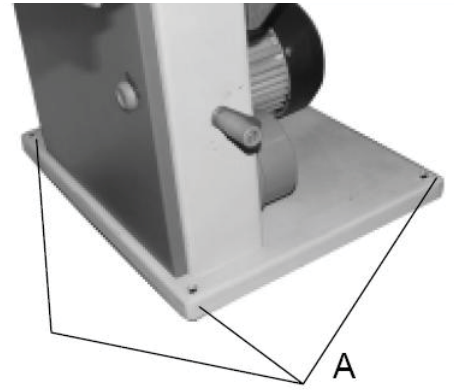

Рис. 13
- В основании пилы есть четыре отверстия Ø8 мм (A, Рис. 13).